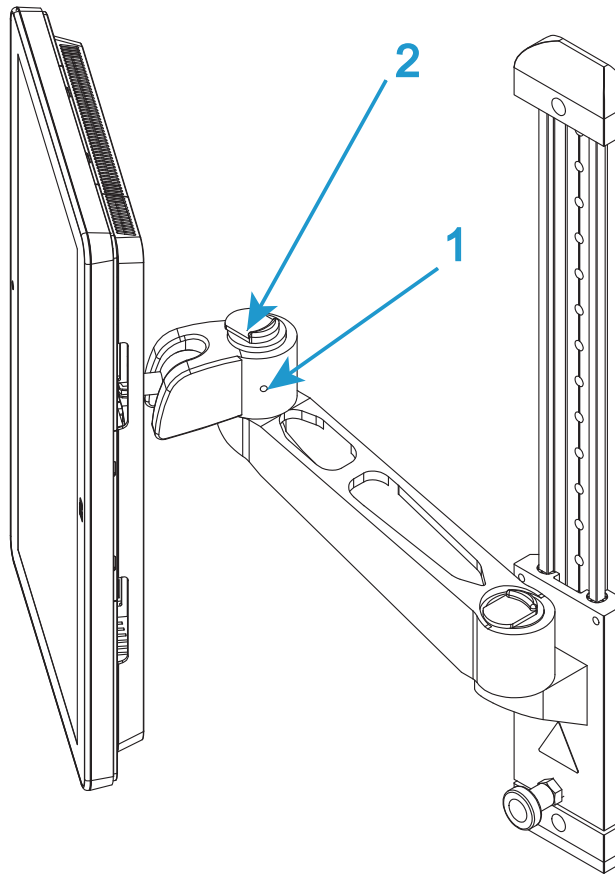
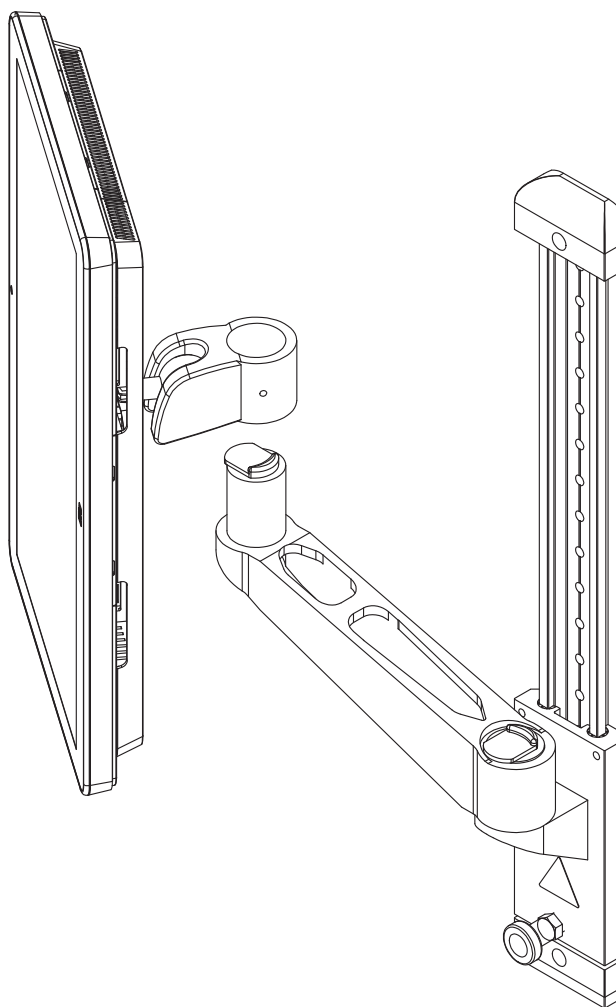

Figura 10. Braccio di montaggio
Figura 11. Sollevare per rimuovere
3. Se necessario, allentare la vite di fissaggio posta lateralmente sul "gomito" del braccio di montaggio (1 in Figura 10 a pagina 51).
4. Mettere in funzione il meccanismo di rilascio sulla parte superiore del "gomito" (2 in Figura 10 a pagina 51) e sollevare Dashboard operator® Bluehill lontano dal braccio di montaggio (Figura 11 a pagina 52).